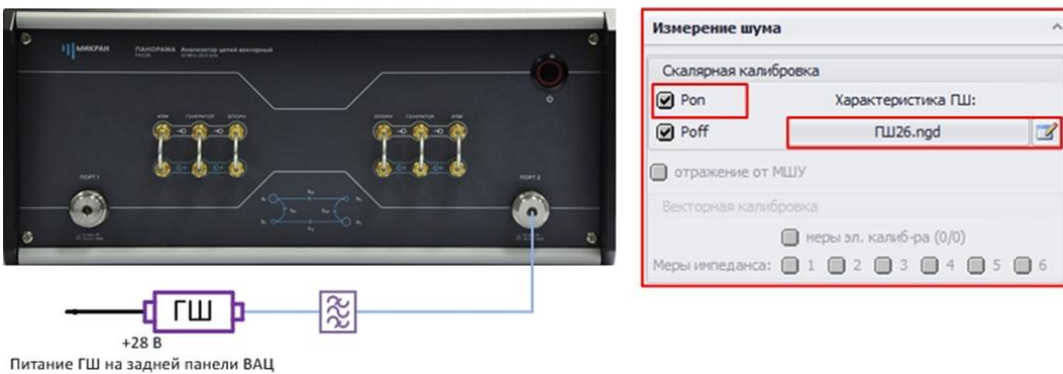

Рис. 45. Подключение генератора шума ко второму порту ВАЦ через фильтр. Калибровка ВАЦ для измерения коэффициента шума.
12.5 Подключите генератор шума (ГШ) ко второму порту ВАЦ (рис. 45). Во вкладке «Измерение шума» загрузите характеристику ГШ. После чего проведите калибровку, установив флажок «Pop, off»;